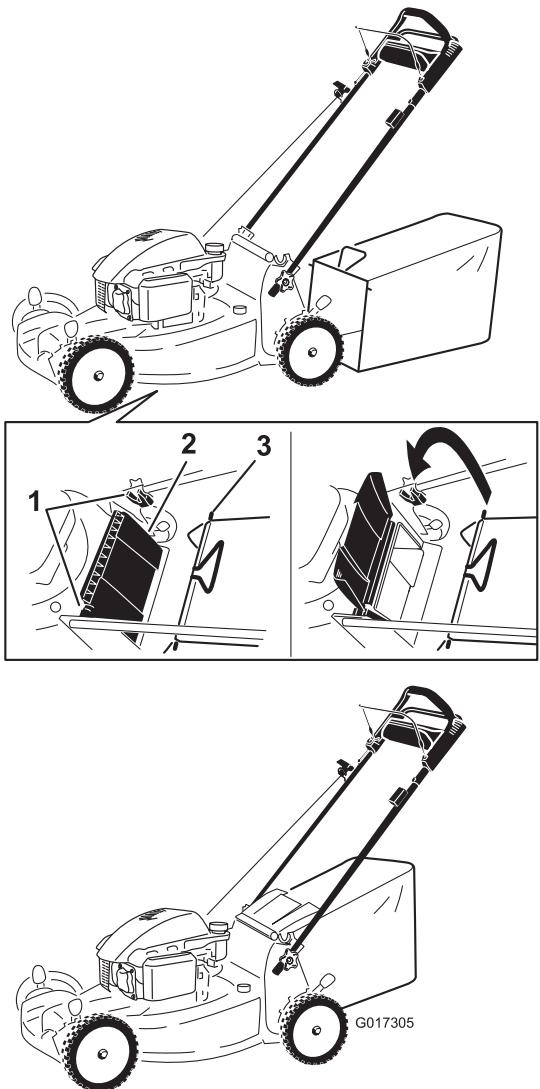

Figure 15
- Soulevez le déflecteur arrière et gardez-le dans cette position (Figure 15).
- Montez le bac à herbe en veillant à placer les ergots dans les crans du guidon (Figure 15).